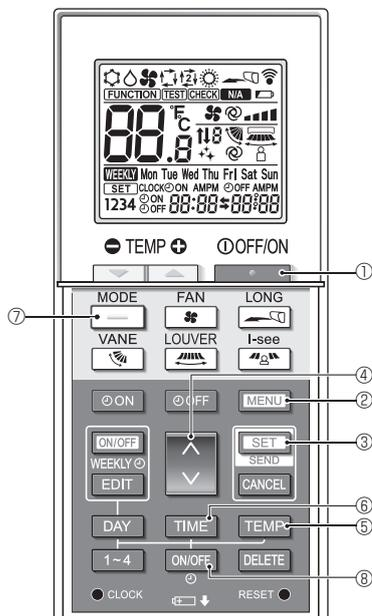

Fig. 6-9
1. Pulse el **MODE** botón ① para detener el acondicionador de aire.
2. Pulse el **SET** botón ③ en 5 segundos. Se visualizará la pantalla de configuración del modo.
3. Pulse el **←** botón ⑦. El modo de funcionamiento Ⓐ parpadea. (Fig. 6-9)
4. Pulse el **▲** botón ④ para cambiar el n.º de ajuste.
5. Compruebe que se muestra el ajuste n.º "6" y que solo parpadee **☀** en el modo de funcionamiento Ⓐ, y luego pulse el **SET** botón ③ en 5 segundos.